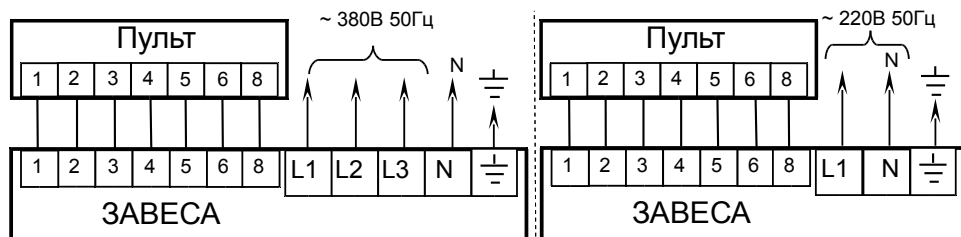

Рис. 3. Схемы подключения завес к электросети и пульту управления
8. Подключить сетевой кабель и кабель управления согласно маркировке на клеммных колодках (см. схему подключения завесы к электросети и пульту на рис. 3.)